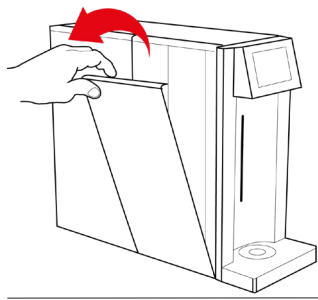

Fig. 1-13
42.3 – Aprire il pannello laterale tirando verso l'esterno fino a completa estrazione, vedi Fig. 1-13.